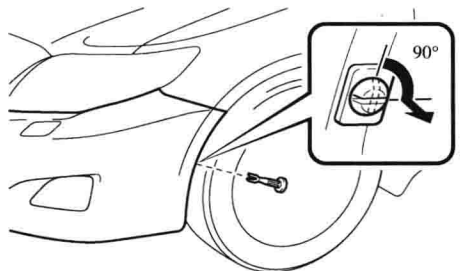
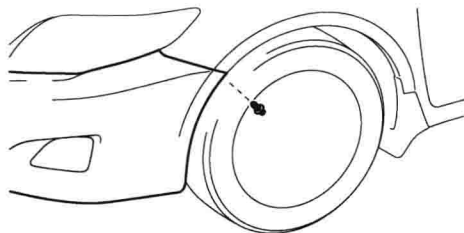

图 1-21 拆卸固定卡子
图 1-22 拆卸固定螺钉
(2) 使用螺丝刀, 分别将前保险杠两侧固定卡子(有些车辆用固定螺钉固定)拆下, 如图 1-21 和图 1-22 所示。在拆卸固定卡子时, 需要将销转动 90°。拆卸时要避免划伤前翼子板等处的油漆。